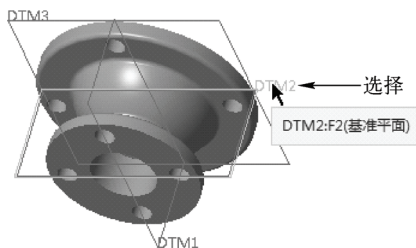

图 11-83 选择“DTM2”平面
STEP 03 此时系统自动创建一个剖面，按〈Enter〉键确认，返回“截面”选项卡，在模型上选择“DTM2”平面，如图 11-83 所示。